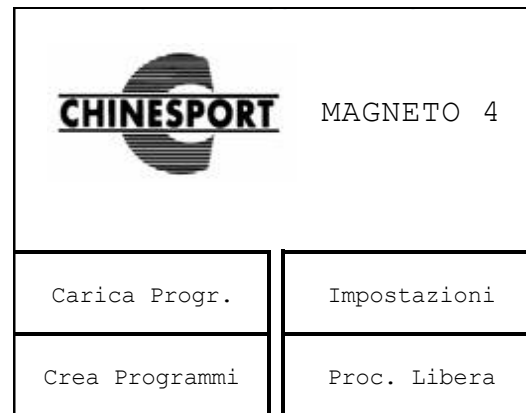
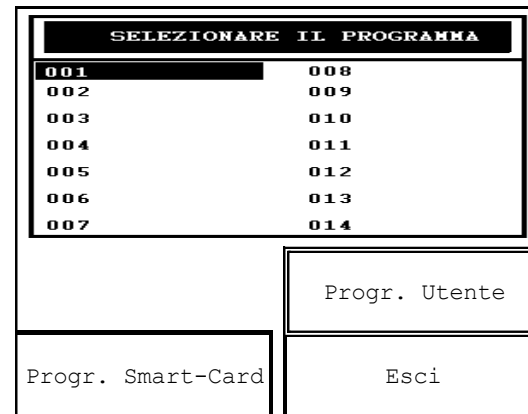

Fig. 5
Fig. 9
Premendo un tasto qualunque compare la pagina iniziale (Fig.5) che permette di scegliere tra quattro modi operativi, premendo il tasto funzione relativo.
Premendo il tasto funzione relativo al pulsante ESCI, si ritorna alla schermata di fig. 5.
1. Premendo il tasto funzione relativo al pulsante PROCEDURA LIBERA in corrispondenza della schermata di fig. 5, compare la schermata principale del menù PROCEDURA LIBERA
1. premendo il tasto funzione relativo al pulsante CREA PROGRAMMA in corrispondenza della schermata di fig. 5, compare la schermata principale del pulsante CREA PROGRAMMA (vedi fig. 9).